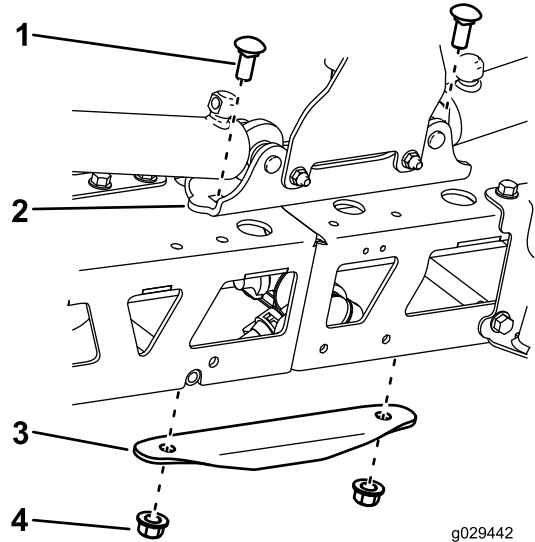

Figure 4
- Déposez le raidisseur et la plaque de montage du vérin (Figure 4).